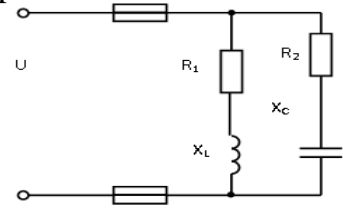

Рис.16
3. Дана разветвлённая цепь переменного тока (рис.16). Определить ток в каждой ветви и на неразветвленном участке цепи, активную P , реактивную Q , и полную S мощность цепи. Построить в масштабе векторную диаграмму напряжения и токов. Построение векторной диаграммы пояснить.